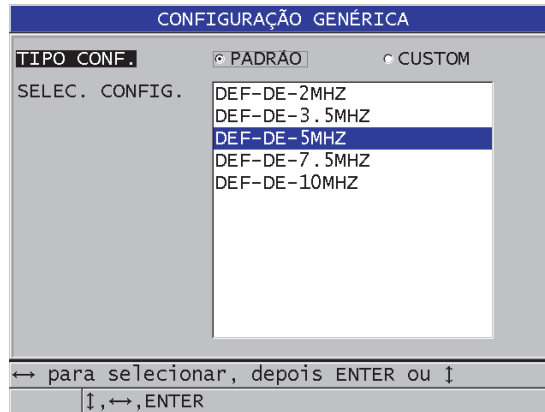

Figura 12-1 Tela de CONFIGURAÇÃO GENÉRICA
2. Na tela **CONFIGURAÇÃO GENÉRICA** que aparece (veja Figura 12-1 na página 231):